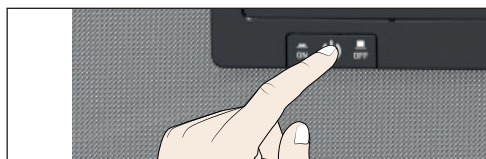

Рис. 34 Выключение VO
3. Выключите VO при помощи главного выключателя (Рис. 34).